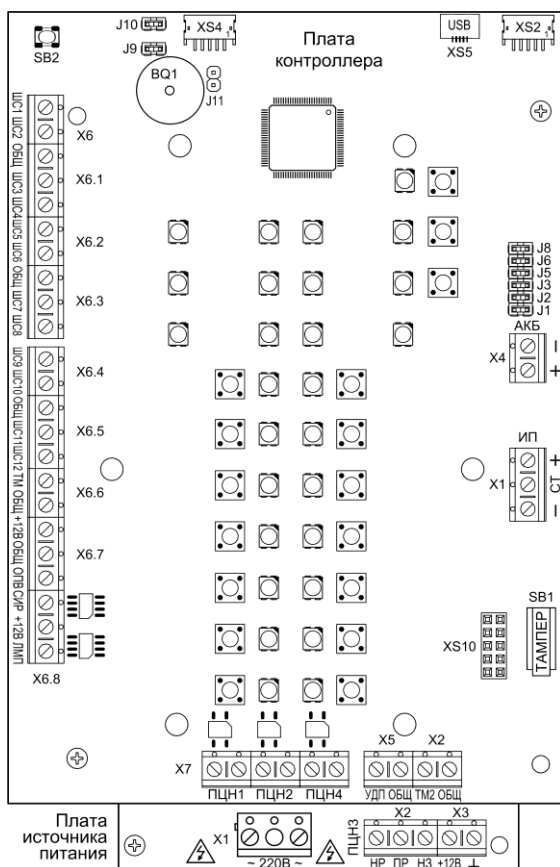

Рис.1 Плата контроллера Гранит-12 (вид со снятой панелью индикации и управления) и плата источника питания (видимая часть)
Прибор состоит из корпуса и съёмной крышки. В корпусе расположена плата контроллера и плата источника питания (рис.1). На плате контроллера установлена панель индикации и управления (рис.2).
3.1 На плате контроллера (рис.1) расположены следующие элементы:
3.3 На плате источника питания (рис.1) расположены следующие элементы: